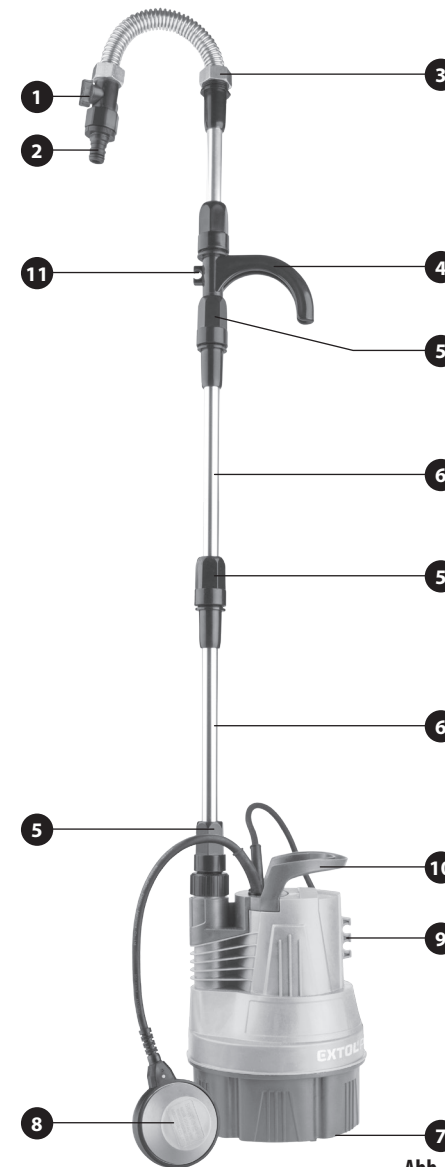

Abb. 2
- Stellen Sie die Höhe des Wasserauslasses zum Anschließen des Schlauchs an die Pumpe entsprechend der Höhe des Wasserbehälters ein, indem Sie ein oder zwei Rohrzwischenelemente gemäß Abb. 3 installieren, damit die Pumpe mit einem Haken am Rand des Wasserbehälters aufgehängt werden kann (Abb. 2, Position 4).